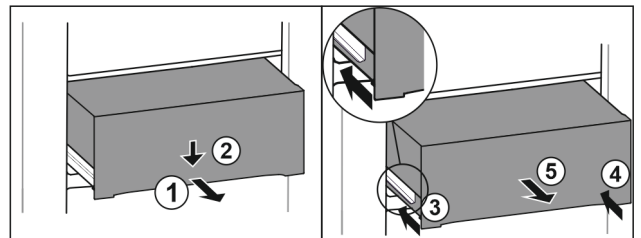

Fig. 189
- Schubfach halb herausziehen. Fig. 189 (1)
- Schubfach an der Vorderseite nach unten drücken. Fig. 189 (2)
- Linke Schiene etwa 2 cm einschieben. Fig. 189 (3)
- Rechte Schiene etwa 2 cm einschieben. Fig. 189 (4)
- Schubfach nach vorne entnehmen. Fig. 189 (5)